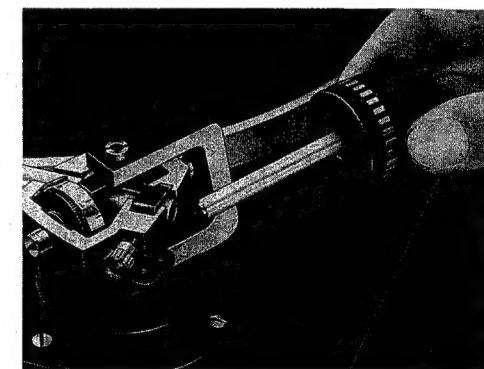

Fig. 3
Nehmen Sie bitte das Tonarm-Balancegewicht aus dem Styroporeinsatz und stecken Sie den Dorn des Balancegewichtes, nach Lösen der Feststellschraube (11), in die dafür vorgesehene Öffnung am hinteren Ende des Tonarmes. Die dreikantförmige Aussparung am Dorn muß dabei nach unten zeigen (Fig. 3).
Pour desserrer les vis de sécurité, utilisées pour le transport, tournez-les dans le sens des aiguilles d'une montre jusqu'à ce qu'elles descendent d'environ 15 mm et continuez à visser dans le même sens jusqu'au blocage complet. Maintenant, la platine, ainsi fixée dans sa suspension élastique, est prête à fonctionner. Retirez le contrepoids du bras de l'emballage de styréopore, et introduisez la tige du contrepoids, après avoir desserré la vis de blocage (11), dans l'ouverture prévue à cet effet à l'extrémité arrière du bras de lecture. L'encoche triangulaire de la tige doit alors être tournée vers le bas (Fig. 3).
Take the tonearm counter balance out of its Styrofoam insert. Loosen the setscrew (11) at the rear of the tonearm, then insert the shaft of the counter balance in the opening provided for this purpose. The triangular shaped notch of the shaft must point in downward direction (Fig. 3). Pages 22 and 24 explain how to balance the tonearm and then apply stylus pressure and anti-skating.
Steek de doorn van het gewicht, na losmaken van de borgingsschroef (11) achter de naalddruikinstelling-, achter in de toonarm. De uitsparing in de doorn moet aan de onderzijde zitten (Fig. 3).
Togliete ora il contrappeso dall'involucro di plastica ed infilate lo spinotto nel foro posteriore del braccio (dopo avere allentato la vite d'arresto). La scanalatura triangolare deve essere rivolta verso il basso (Fig. 3).